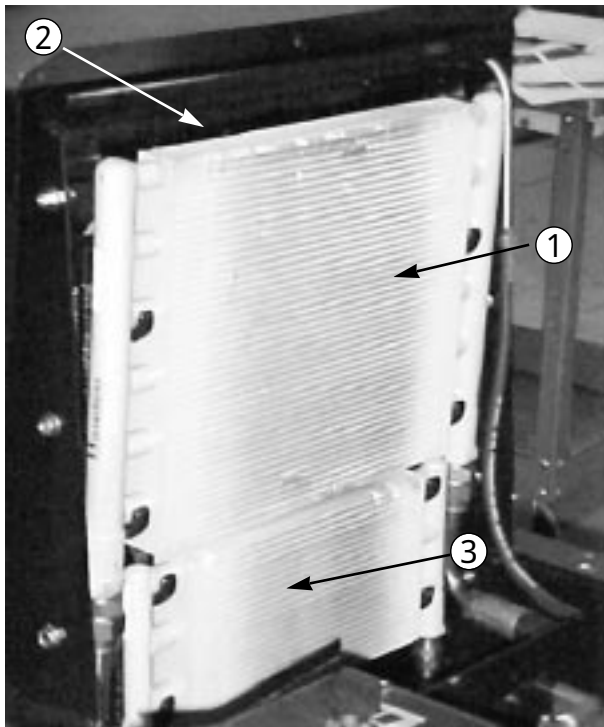

図 53
- 3 . オイル・クーラー (図 53) を少し持ち上げて前に傾け、オイル・クーラー、ラジエターの両側を水か圧縮空気でていねいに清掃する。